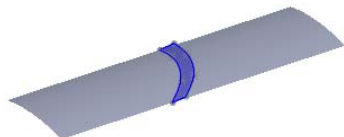
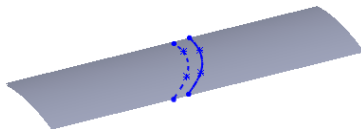

图 5.12.7 曲面-放样 1
图 5.12.8 轮廓曲线
Step6. 创建图 5.12.7 所示的零件特征——曲面-放样 1。选择下拉菜单 **插入(I)**  **放样曲面(L)...** 命令，系统弹出“曲面-放样”对话框；选取 3D 草图 1 和 3D 草图 2 作为曲面-放样 1 的轮廓曲线（图 5.12.8）；单击对话框中的  按钮，完成曲面-放样 1 的创建。